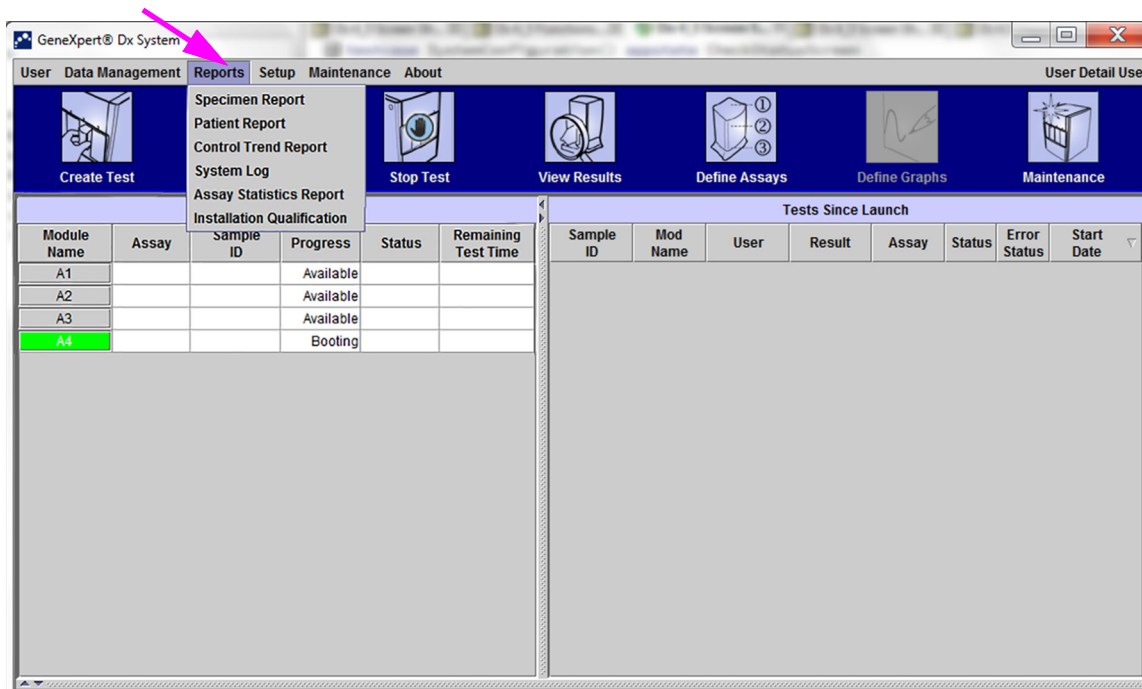
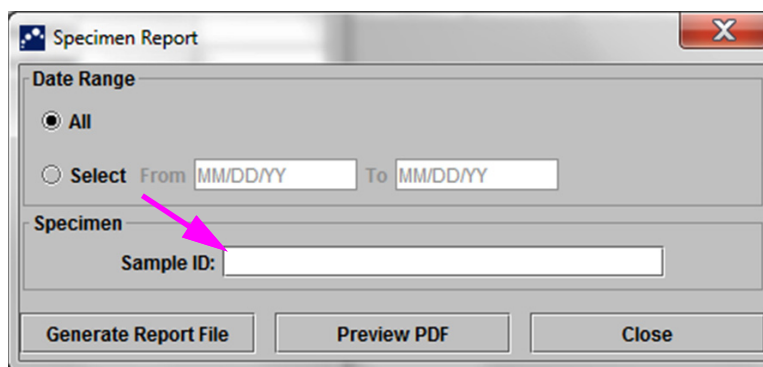
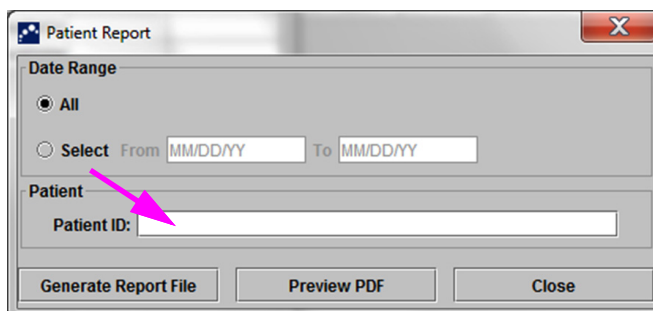

Figura 5-85. Fereastra sistemului GeneXpert Dx - Meniul vertical Rapoarte
Figura 5-86. Caseta de dialog Raport referitor la specimen
Figura 5-88. Caseta de dialog Raport referitor la pacient
Meniul **Rapoarte (Reports)** (consultați Figura 5-85) oferă următoarele opțiuni de meniu:
1. În fereastra sistemului GeneXpert Dx, în meniul **Rapoarte (Reports)** (consultați Figura 5-85), faceți clic pe **Raport referitor la specimen (Specimen Report)**. Apare caseta de dialog Raport referitor la specimen (Specimen Report). Consultați Figura 5-86.
- 1) Faceți clic pe butonul **Generare fișier raport (Generate Report File)** din ecranul Raport referitor la specimen (Specimen Report) (consultați Figura 5-86) pentru a crea fișierul PDF cu raportul. Apare caseta de dialog Generare fișier raport (Generate Report File), care vă permite să salvați fișierul într-o locație specificată. Faceți clic pe **Salvare (Save)** după ce ați navigat la locația respectivă.
1. În fereastra sistemului GeneXpert Dx, în meniul **Rapoarte (Reports)** (consultați Figura 5-85), faceți clic pe **Raport referitor la pacient (Patient Report)**. Apare caseta de dialog Raport referitor la pacient (Patient Report). Consultați Figura 5-88.
- 1) Faceți clic pe butonul **GENERARE FIȘIER RAPORT (GENERATE REPORT FILE)** din ecranul Raport referitor la pacient (Patient Report) (consultați Figura 5-88) pentru a crea fișierul PDF cu raportul. Apare caseta de dialog Generare fișier raport (Generate Report File), care vă permite să salvați fișierul într-o locație specificată. Faceți clic pe **Salvare (Save)** după ce ați navigat la locația respectivă.
1. În fereastra sistemului GeneXpert Dx, în meniul **Rapoarte (Reports)** (consultați Figura 5-85), faceți clic pe **Raport referitor la statisticile analizei (Assay Statistics Report)**. Apare caseta de dialog Raport referitor la statisticile analizei (Assay Statistics Report). Consultați Figura 5-90.